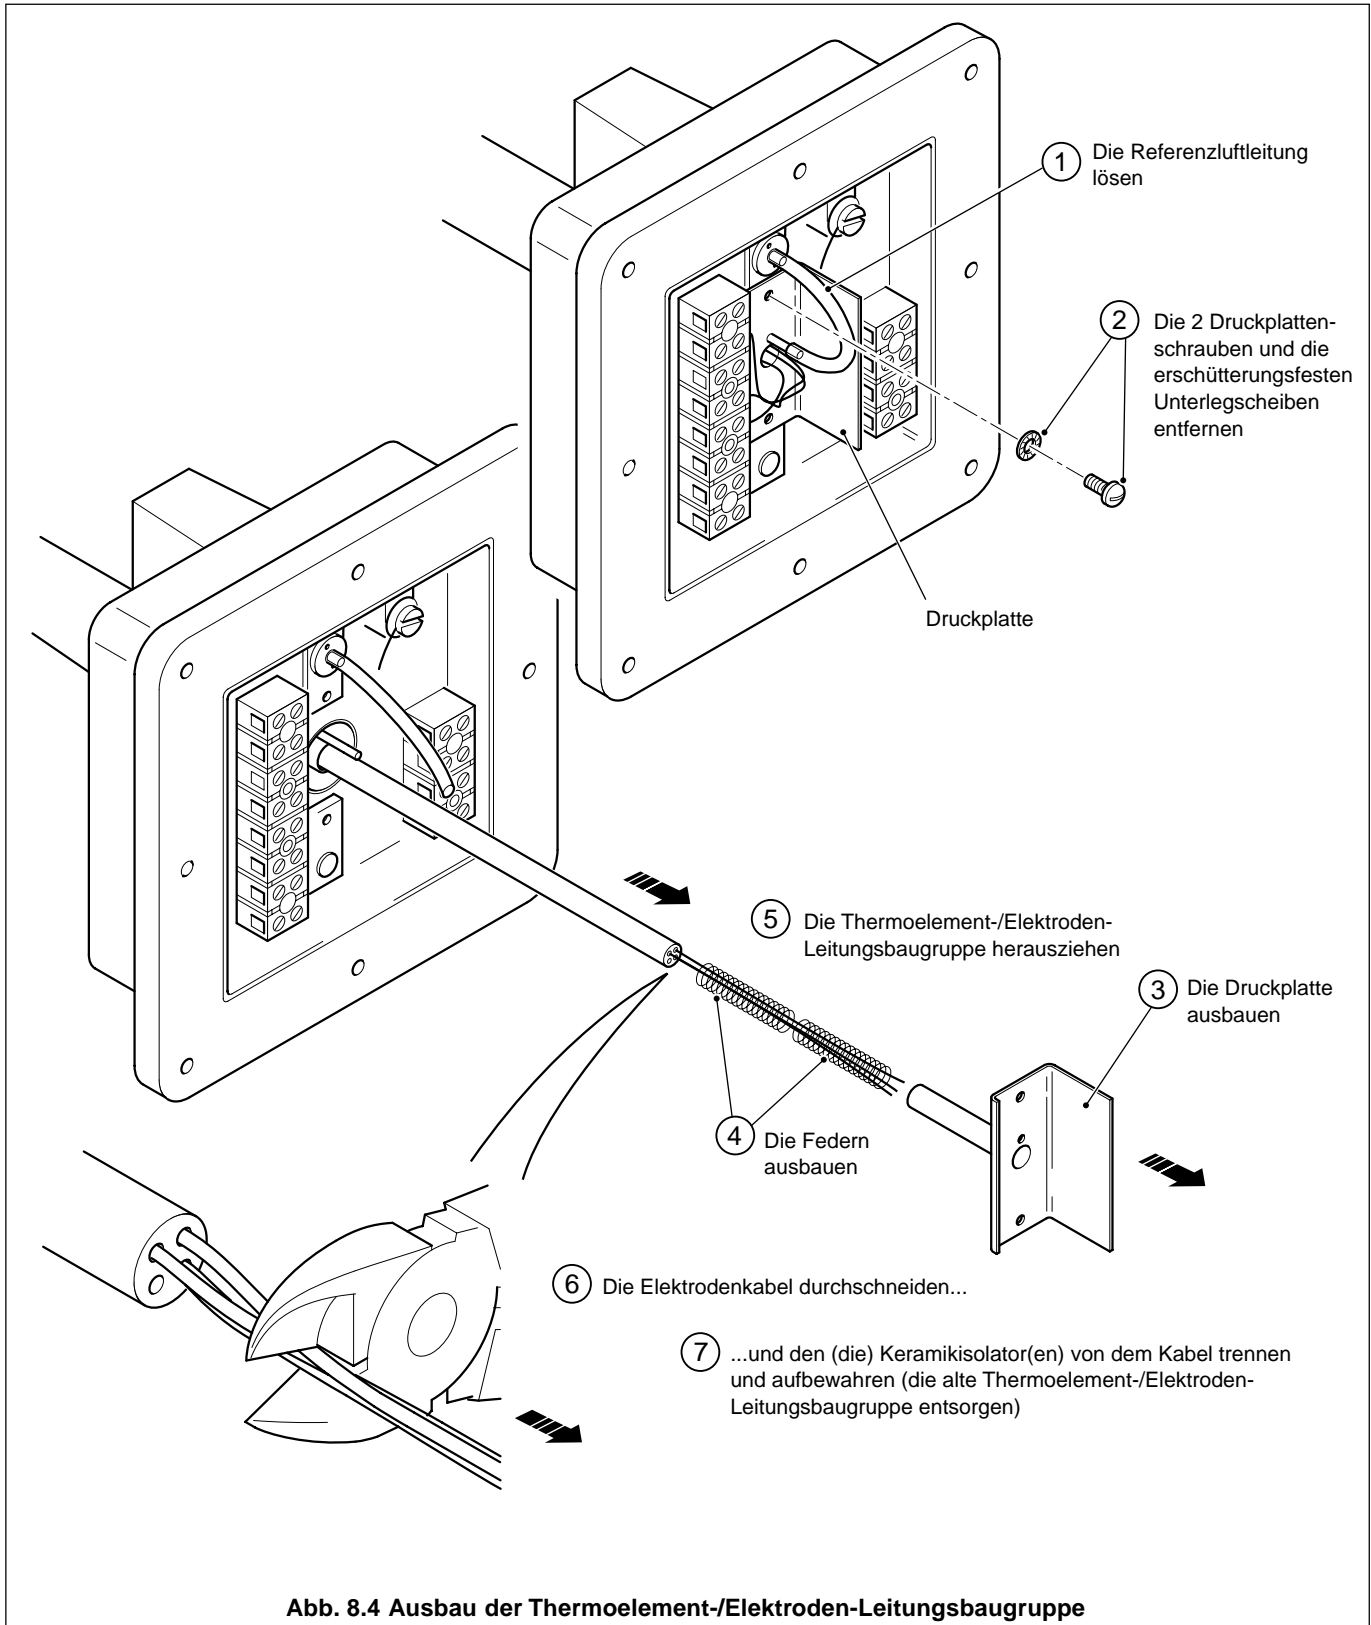

Abb. 8.4 Ausbau der Thermoelement-/Elektroden-Leitungsbaugruppe
### 8.3.1 Ausbau der Thermoelement-/Elektroden-Leitungsbaugruppe – Abb. 8.4
- c) Die Thermoelement-/Elektroden-Leitungsbaugruppe entsprechend Abb. 8.4 ausbauen.